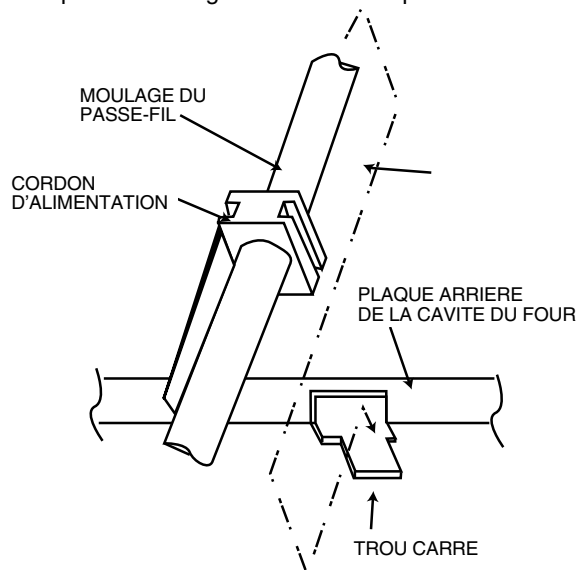

Figure C-5 (b) Remplacement du cordon d'alimentation
1. Insérer la butée de cordon de montage du cordon d'alimentation dans le trou carré du boîtier arrière, en se référant à la figure C-5 (b).
2. Installer le fil de mise à terre du cordon d'alimentation à la cavité à l'aide d'une (1) vis et serrer la vis.